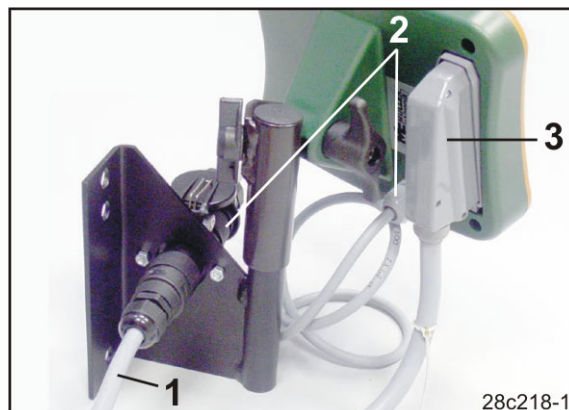

Fig. 19
2. Branchez le câble électrique (Fig. 19/1) sur la console et dans la prise de connexion du tracteur de 12 V.
3. Raccordez la console au terminal de commande à l'aide du câble électrique (Fig. 19/2).
5. Introduisez le câble de la machine dans la cabine du tracteur et insérez la prise de connexion (Fig. 19/3) dans le terminal.